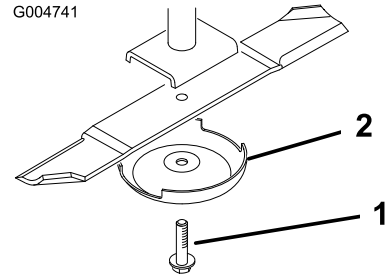

図 129
- スピンドルのシャフトからブレードボルト、芝削り防止カップ、ブレードを取り外す 図 129。